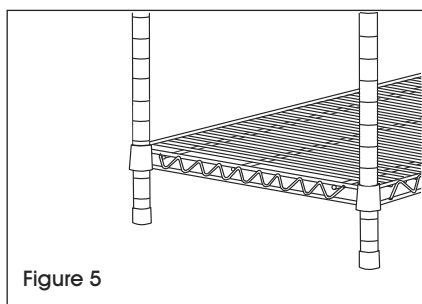

Figure 5
3. Placez l'unité à la verticale. Tapotez délicatement la tablette vers le bas pour la fixer. (Voir Figure 5)